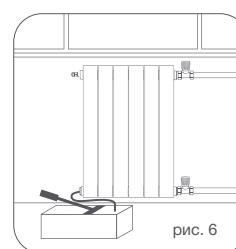

рис. 6
5. По завершению монтажных работ выполнить испытания систем отопления в соответствии с требованиями СП 73.13330.2016 «Внутренние санитарно-технические системы зданий». Гидростатическое испытание водяных систем и приборов отопления должно проводиться под давлением, в 1,5 раза превышающем рабочее давление (пример рис. 6). По факту проведения испытаний составляется акт ввода системы и приборов в эксплуатацию в установленной форме.